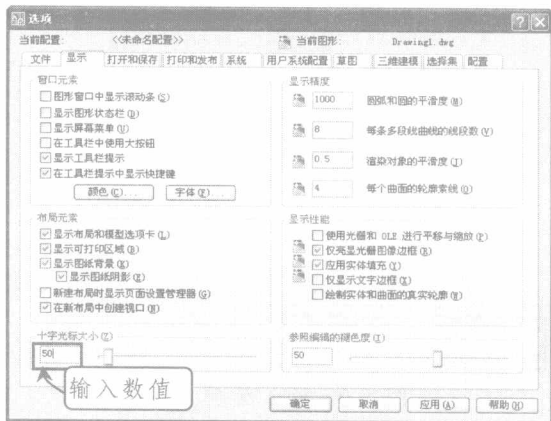

图 1-5 设置十字光标大小
Step 4 返回“选项”对话框的“显示”选项卡中，在“十字光标大小”栏下的文本框中输入“50”，如图 1-5 所示。